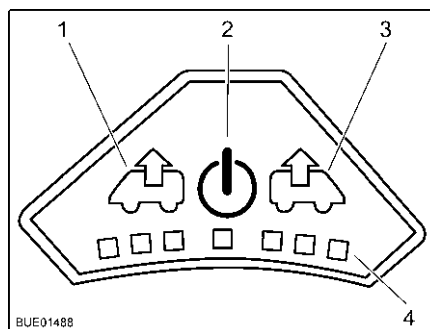

Fig. 72 Panneau de commande du ventilateur
Mise en marche : ■ Appuyer sur la touche Marche/Arrêt (Fig. 72,2). Le ventilateur fonctionne en mode confort (aération à faible vitesse de rotation).
- Pour augmenter la vitesse de rotation du ventilateur, appuyer sur la touche Ventiler (Fig. 72,1). La vitesse de rotation du ventilateur augmente d'un niveau de puissance dans le sens de l'échappement. Les DEL (Fig. 72,4) montrent les niveaux de puissance.
- Pour réduire la vitesse de rotation du ventilateur, appuyer sur la touche Aérer (Fig. 72,3). La vitesse de rotation du ventilateur diminue d'un niveau de puissance.
- Pour augmenter la vitesse de rotation du ventilateur, appuyer sur la touche Aérer (Fig. 72,3). La vitesse de rotation du ventilateur augmente d'un niveau de puissance dans le sens de l'aération. Les DEL (Fig. 72,4) montrent les niveaux de puissance.
- Pour réduire la vitesse de rotation du ventilateur, appuyer sur la touche Ventiler (Fig. 72,1). La vitesse de rotation du ventilateur diminue d'un niveau de puissance.
- Appuyer sur la touche Marche/Arrêt (Fig. 72,2). Le ventilateur s'arrête, les DEL s'éteignent.